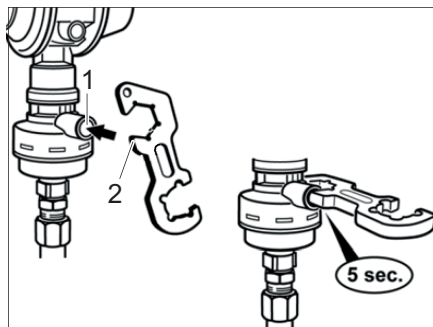

Bild 86 Krocksensor
- Tryck med skruvhjälpmidlet (Bild 86,2) eller ett liknande lämpligt föremål in i armeringsknappen (Bild 86,1) och håll kvar i 5 sekunder.